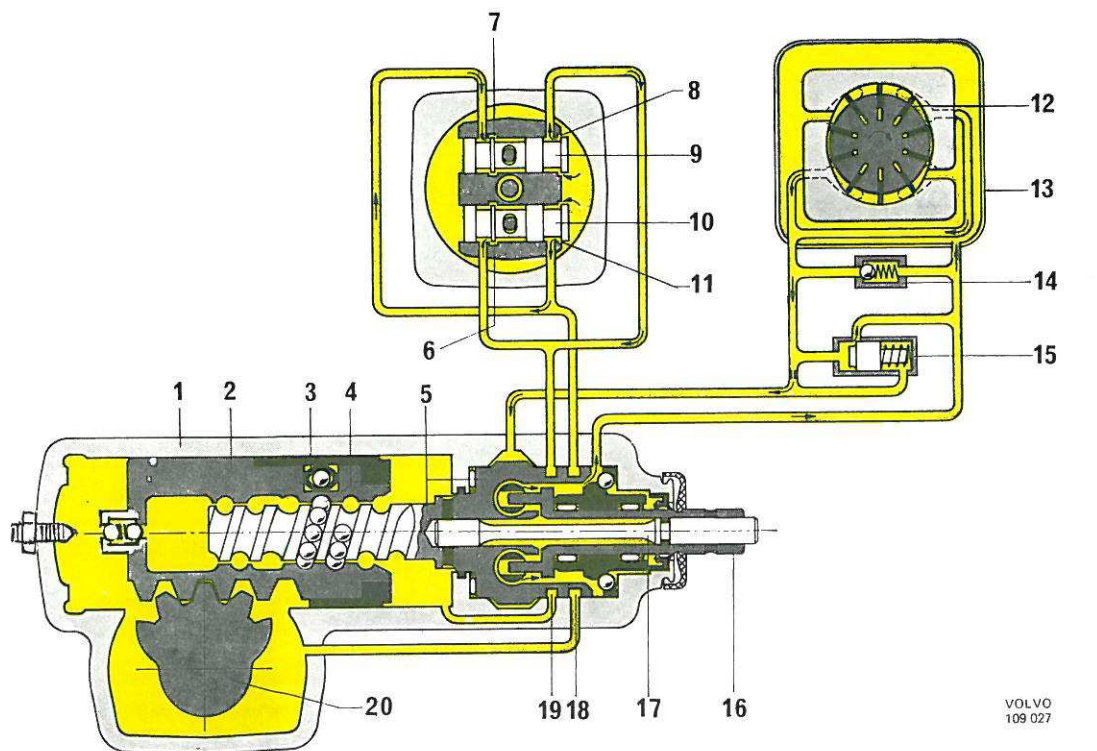

Figure 57. Principe de fonctionnement, position neutre.
Le boîtier (1, figure 57) comporte dans sa partie inférieure une sorte de cylindre dans lequel est monté le piston (2). Ce dernier porte à l'une de ses extrémités une sorte de crémaillère qui est en prise avec le secteur denté de l'axe porte-secteur (20). Les mouvements de déplacement axial du piston, qui sont déterminés par le degré de braquage des roues sont obtenus par la vis sans fin de direction (5), par l'intermédiaire de l'écrou à recirculation de billes. Les billes (4) sont logées dans une gorge hélicoïdale qui constitue le filetage de l'écrou. Les mouvements de déplacement de la vis sans fin de direction viennent de la colonne de direction par la tige de commande de direction (16) et la barre de torsion (17) qui est fixée dans cette tige de commande. La vis sans fin de direction est montée dans la partie supérieure du boîtier d'une part par un roulement axial à aiguilles, de l'autre par un roulement conique à billes. La bague
Les figures 57, 58 et 59 indiquent schématiquement la position des soupapes de commande et le sens de déplacement de l'huile. Afin de pouvoir indiquer plus
De la pompe, l'huile est refoulée dans un compartiment annulaire autour du distributeur d'huile (le grand cercle dans la section transversale). En position neutre, (figure 57), les soupapes de commande (9 et 10) occupent une position telle que l'huile peut passer à travers les rainures d'entrée (8 et 11) pour se diriger vers les gorges annulaires (18 et 19) dans le distributeur d'huile. De ces gorges annulaires, l'huile est dirigée d'une part vers les deux extrémités du piston (2) par les gorges (18 et 19) de l'autre — tant que les soupapes occupent la position neutre — vers les deux rainures de sortie (6 et 7) aux soupapes de commande. Des rainures de sortie, l'huile passe dans un canal de retour pour retourner au réservoir.